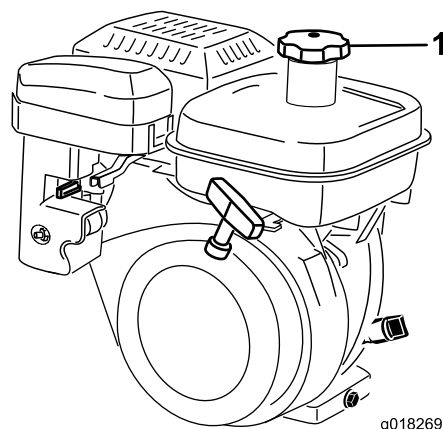

図 22
1. 燃料キャップ図 22の周囲をきれいに拭いてからキャップを外す。無鉛ガソリンをフィルタスクリーンの下まで給油する。入れすぎないこと。